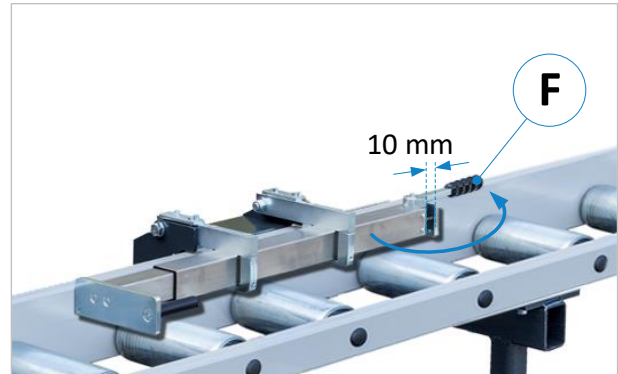

Figure 20 : levier pour course libre (option SZ 05)
- **Option SZ 05** : Avant le déclenchement de la coupe, réaliser la course libre de 10 mm en faisant pivoter le levier excentrique (F) vers l'arrière (⇒ Figure 20).
- **Standard** : La butée peut être rabattue vers l'arrière à n'importe quelle position à l'aide de la poignée (G).